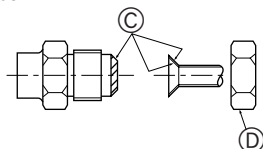

Fig. 4-1
4.2. Aansluiten van de pijpen (Fig. 4-1)
- Doe een dun laagje koelmachineolie op de leiding en het aansluitingsoppervlak voordat u de "flare"-moer vastdraait. ①
- Draai met gebruik van twee pijptangen de aansluitende leidingen vast. ②
- Breng koelolie aan op de aansluitingsoppervlakken. ③
- Gebruik de flensmoeren voor de volgende pijpafmetingen. ④
① (Fig. 4-1)
② (Fig. 4-1)